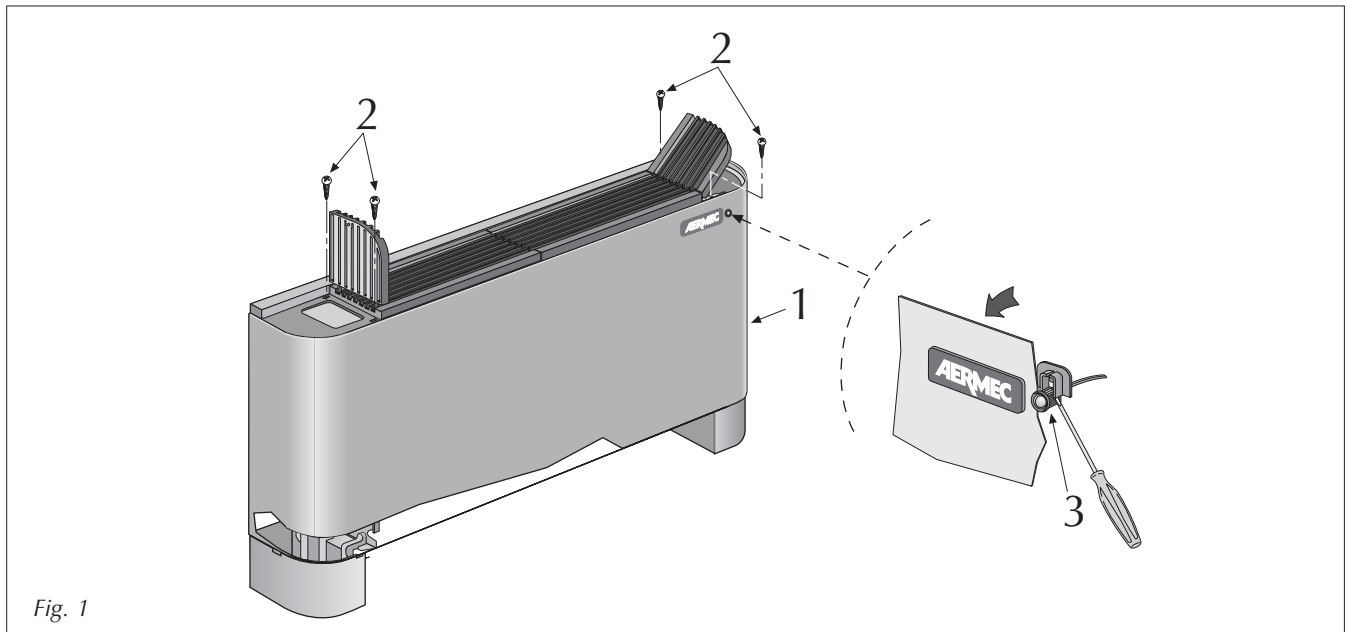

Fig. 1
- togliere il mantello di copertura (1 fig.1) svitando le viti (2);
- disconnettere, se necessario, la sonda ambiente (3);
- remove the cover (1 fig.1) by removing the screws (2); if necessary, disconnect the ambient sensor (3);
- retirer la carrosserie (1 fig. 1) en dévissant les vis (2), déconnecter, si nécessaire, la sonde de température ambiante (3);
- die Abdeckplatte (1 Abb.1) durch Lösen der Schrauben (2) abnehmen, falls erforderlich den Raumtemperaturfühler abnehmen (3);